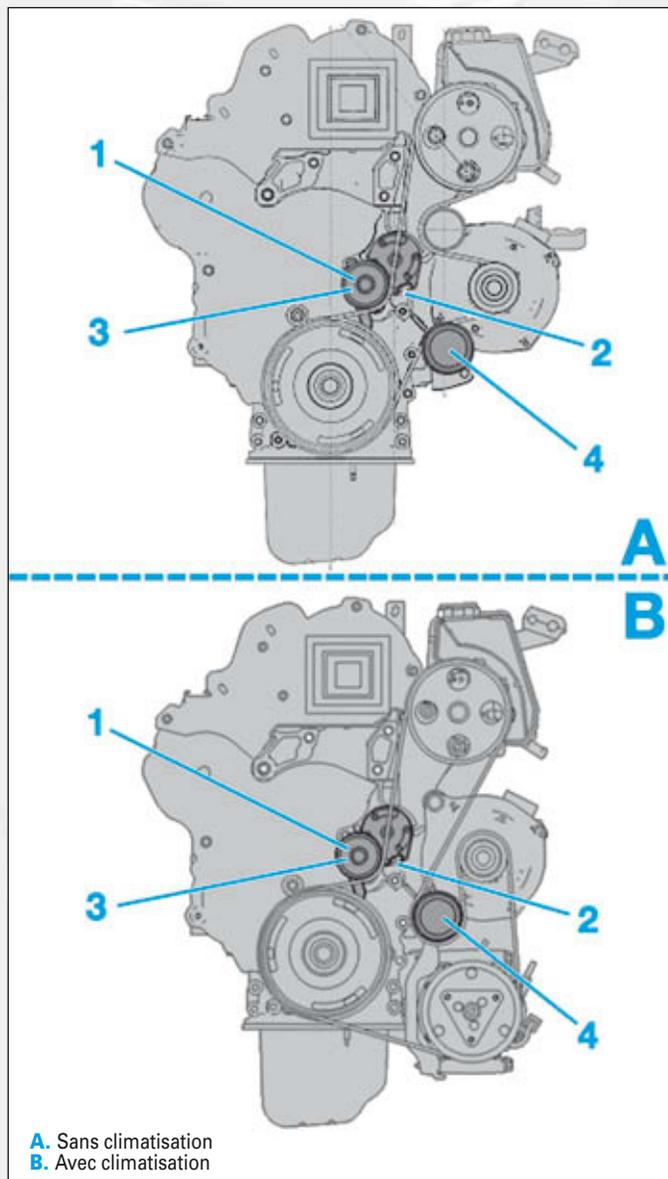

FIG.3
- Comprimer le galet tendeur automatique (1) à l'aide de l'outil [1] en (3) (Fig.3).
- Maintenir le galet tendeur (1) comprimé puis pincer à l'aide de l'outil [2] en (2).